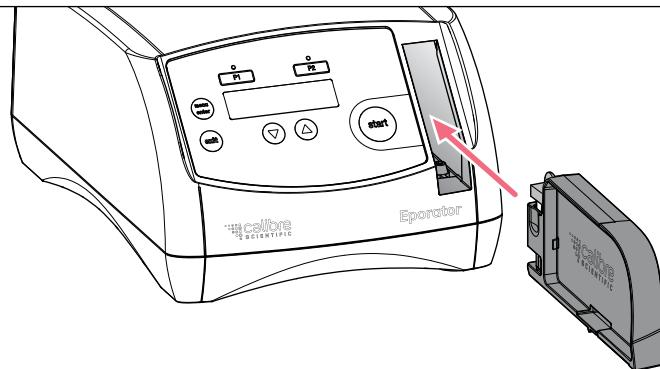

Abb. 5-4: Küvetteneinschub einsetzen
7. Einschub in den Küvettenschacht des Eporator schieben, bis er einrastet (Abb. 5-4 auf S. 42).